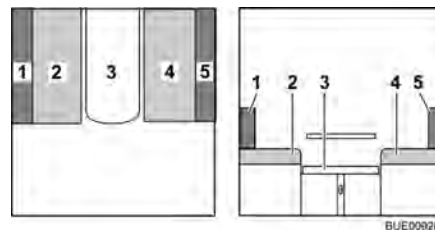

Fig. 84 Durante la trasformazione
- Rimuovere il cuscino dello schienale (Fig. 84,5) e riporlo.
- Tirare il cuscino del divano (Fig. 84,2) verso il centro.